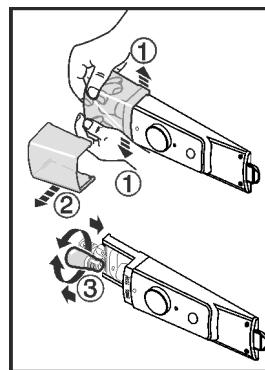

Fig. 3
- Разожмите крышку лампочки внутри в передней части в стороны, как показано на рисунке, Fig. 3 (1) и сдвиньте в сторону Fig. 3 (2).
- Замените лампу. Fig. 3 (3)